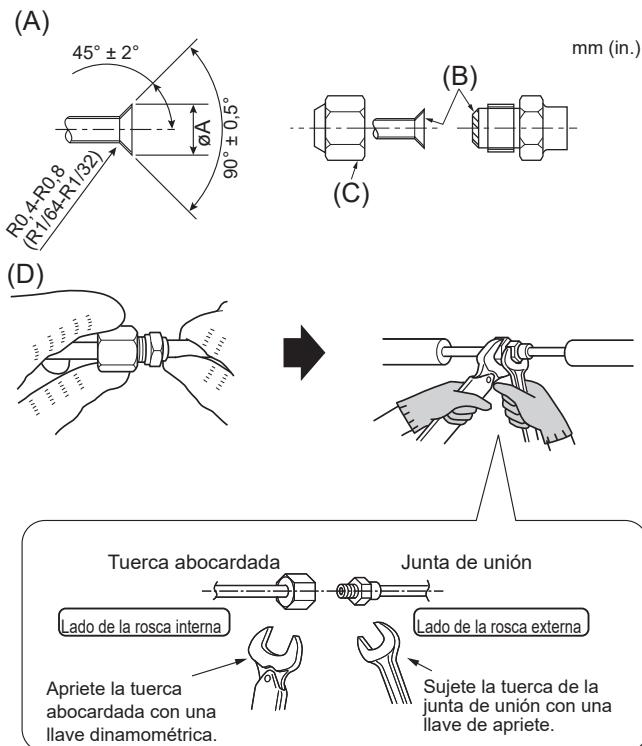

Fig. 4-1
4.2. Tubos de conexión (Fig. 4-1)
- Abocardar los extremos de los tubos de refrigerante. (A)
- Aplique aceite refrigerante para máquinas sobre toda la superficie abocinada. (B)
- Utilice las tuercas abocardadas como se indica. (C)
- Utilice 2 llaves para apretar las conexiones de los tubos. (D)